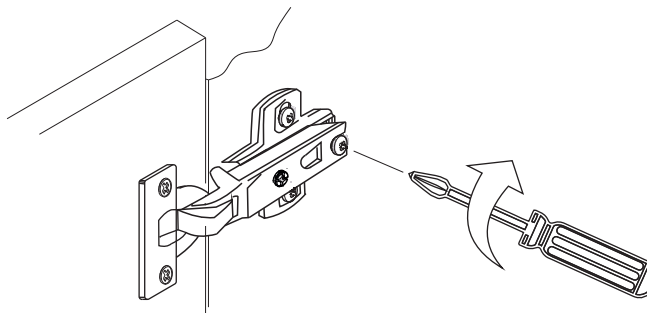

Рис. 4.
3. Наденьте петли на монтажные планки (Рис. 3) и закрепите винт согласно Рис. 4.